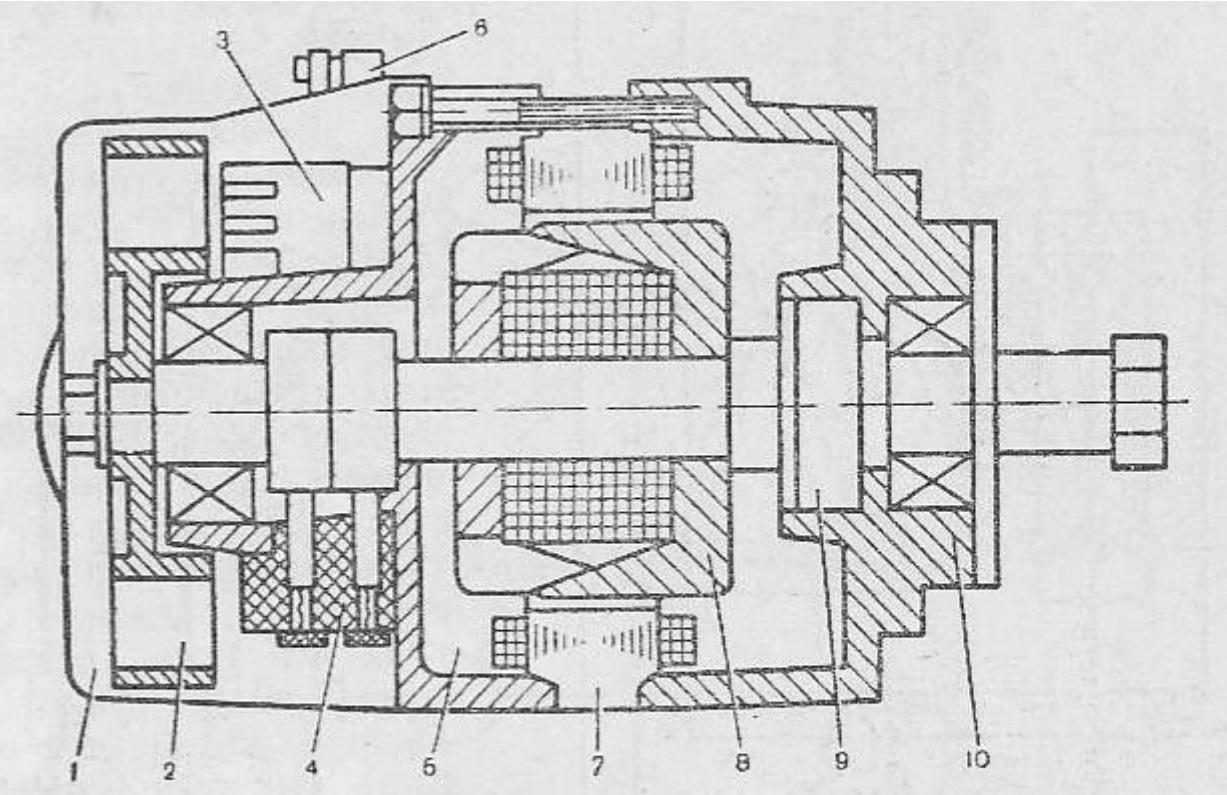

Рис. 67. Разрез генератора Г-424:
**Генератор Г-424.** Генератор Г-424 (рис. 67) представляет собой трехфазную 12-полюсную синхронную электрическую машину закрытого исполнения, с электромагнитным возбуждением, со встроенным выпрямителем ВБГ-2А. Он работает совместно с реле-регулятором РР-330. Принцип действия генератора Г-424 аналогичен принципу действия любой другой трехфазной машины с электромагнитным возбуждением, но имеет характерные особенности, присущие только этому генератору. При трогании с места и разгоне мотоцикла обмотка возбуждения генератора должна питаться от аккумуляторной батареи, и, лишь после возбуждения от аккумуляторной батареи при скоростях вращения ротора, превышающей 2400 мин-1 генератор переходит на работу в режиме самовозбуждения. Работа генератора при разряженной аккумуляторной батарее невозможна.
Для разборки генератора (см. рис. 67) необходимо снять кожух 1, отвернув два винта и сняв угольники. Отвернуть винт Мб, снять вентилятор 2, выпрямительный блок 3, клеммную колодку и щеткодержатель 4, вывернув соответствующие винты и гайки, заметить места отсоединения кабельных наконечников. Слегка вталкивают выводные болты статора внутрь крышки 5. Выворачивают три стяжных винта и снимают крышку 5 легкими ударами деревянного или резинового молотка по приливам для стяжных болтов. Затем вынимают ротор в сборе из крышки 10. Со стороны контактных колец съемником снимают подшипник с вала.
Генератор Г-424 собирают в обратном порядке разборки. Фиксаторы на крышках генератора и статора должны составлять одну прямую линию. Перед сборкой крышки 5 (см. рис. 67) в отверстия продеваются выводные болты статора так, чтобы надетые на них изоляционные втулки были утоплены в соответствующие углубления в крышке, а головки выводных болтов — во втулках.